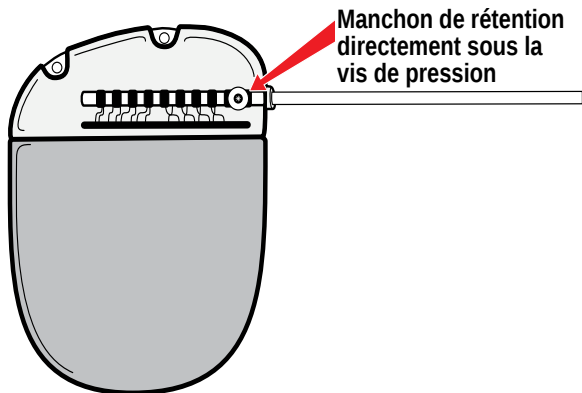

Figure 33. Alignement des contacts de la sonde-extension dans le port du GII DBS
5. Confirmer visuellement que les contacts sur la sonde-extension sont alignés avec les contacts dans l'adaptateur du GII. Vérifier que le manchon de rétention sur la sonde-extension est situé directement sous la vis de pression dans le port du GII (Figure 33).